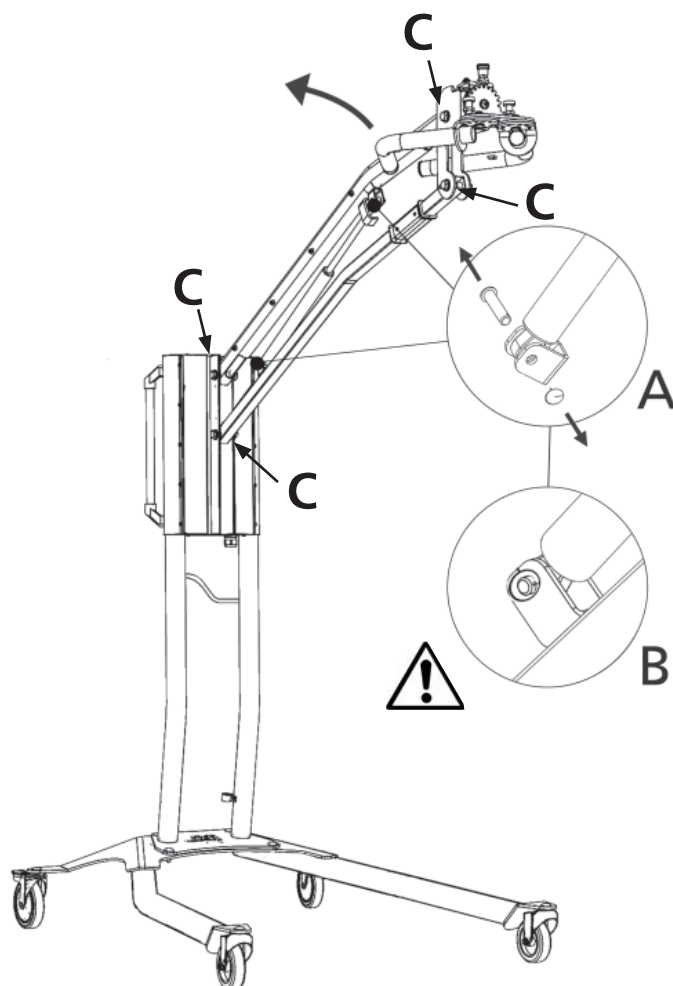

fig 2
Si le sècheur mobile ne s'immobilise pas dans sa position la plus haute ou la plus basse, mais qu'il tombe ou se relève de lui-même, resserrez les 4 boulons indiqués par la lettre « C » sur la figure 2. Si le bras ne s'arrête pas encore ou si le bras devient lourd à régler, le ressort à pression degaz doit être remplacé.
2. Placez le bras parallèle en position relevée maximale (fig 2)
4. Déposez les anneaux de blocage et les deux goupilles de blocage. Déplacez légèrement le ressort à gaz vers le haut/avant, puis démontez-le. (fig 2)